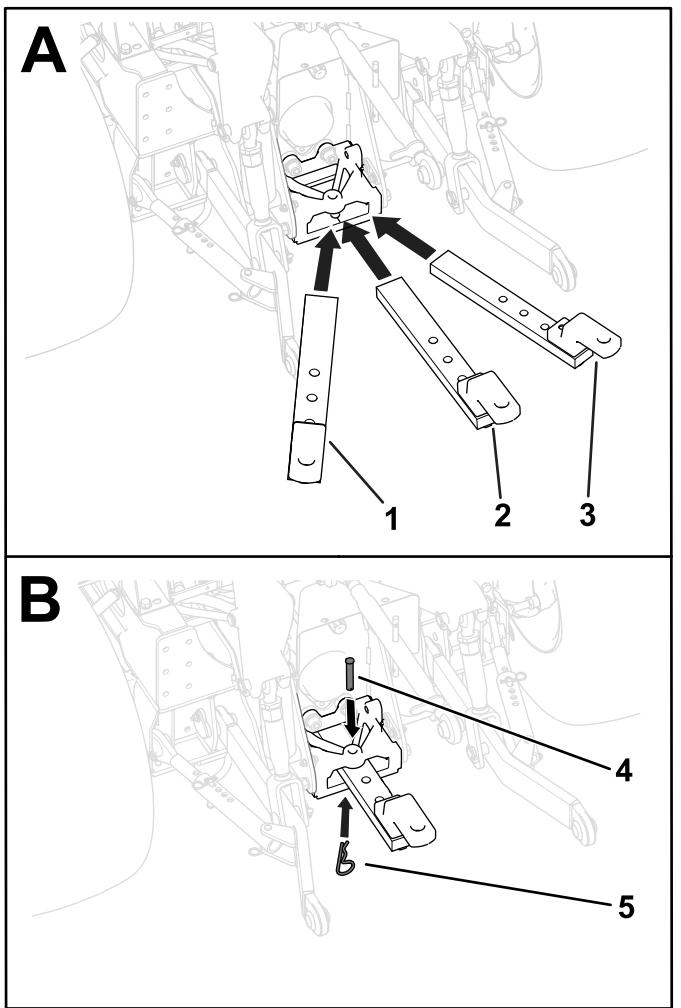

Рисунок 21
Буксировочную штангу можно установить в левом отрегулированном положении, правом отрегулированном положении или в среднем положении (Рисунок 21). Определите подходящее положение буксировочной штанги для вашего навесного оборудования, затем установите буксировочную штангу следующим образом:
1. Вставьте буксировочную штангу в опору штанги (Рисунок 21).
2. Прикрепите буксировочную штангу к опоре, вставив шплинтуемый штифт через одно из трех монтажных отверстий в буксировочной штанге и закрепив штифт игольчатым шплинтом (Рисунок 21).